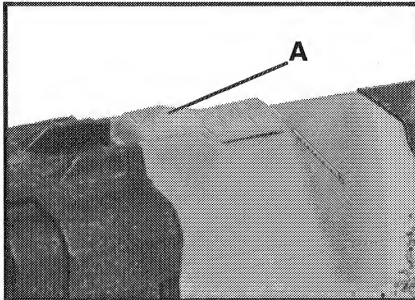

Fig. 2
2. Deslice el interruptor (A) Fig. 2, hacia adelante para poner la herramienta en marcha. Al soltarlo, volverá a la posición apagada.
3. Para mantener el interruptor en la posición prendida, "ON": Con el interruptor prendido, empuje la parte delantera del botón interruptor (A) Fig. 2, hacia la caja principal. Para soltar el interruptor: Empuje la parte trasera del botón interruptor hacia la caja principal.